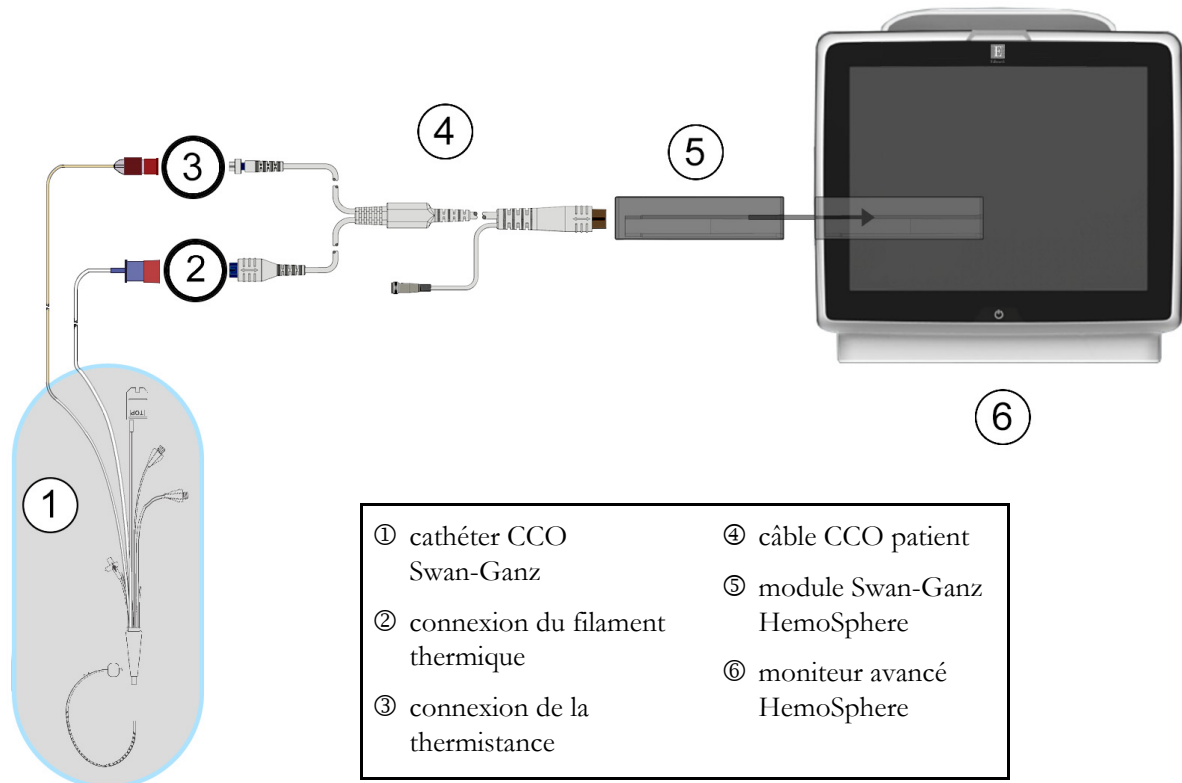

Figure 9-3 Présentation des connexions DC
- 2 Connecter l'extrémité dotée du cathéter du câble patient aux connecteurs de thermistance et de filament thermique sur le cathéter CCO Swan-Ganz. Ces connexions sont désignées par les numéros ② et ③ dans la figure 9-3 à la page 126.